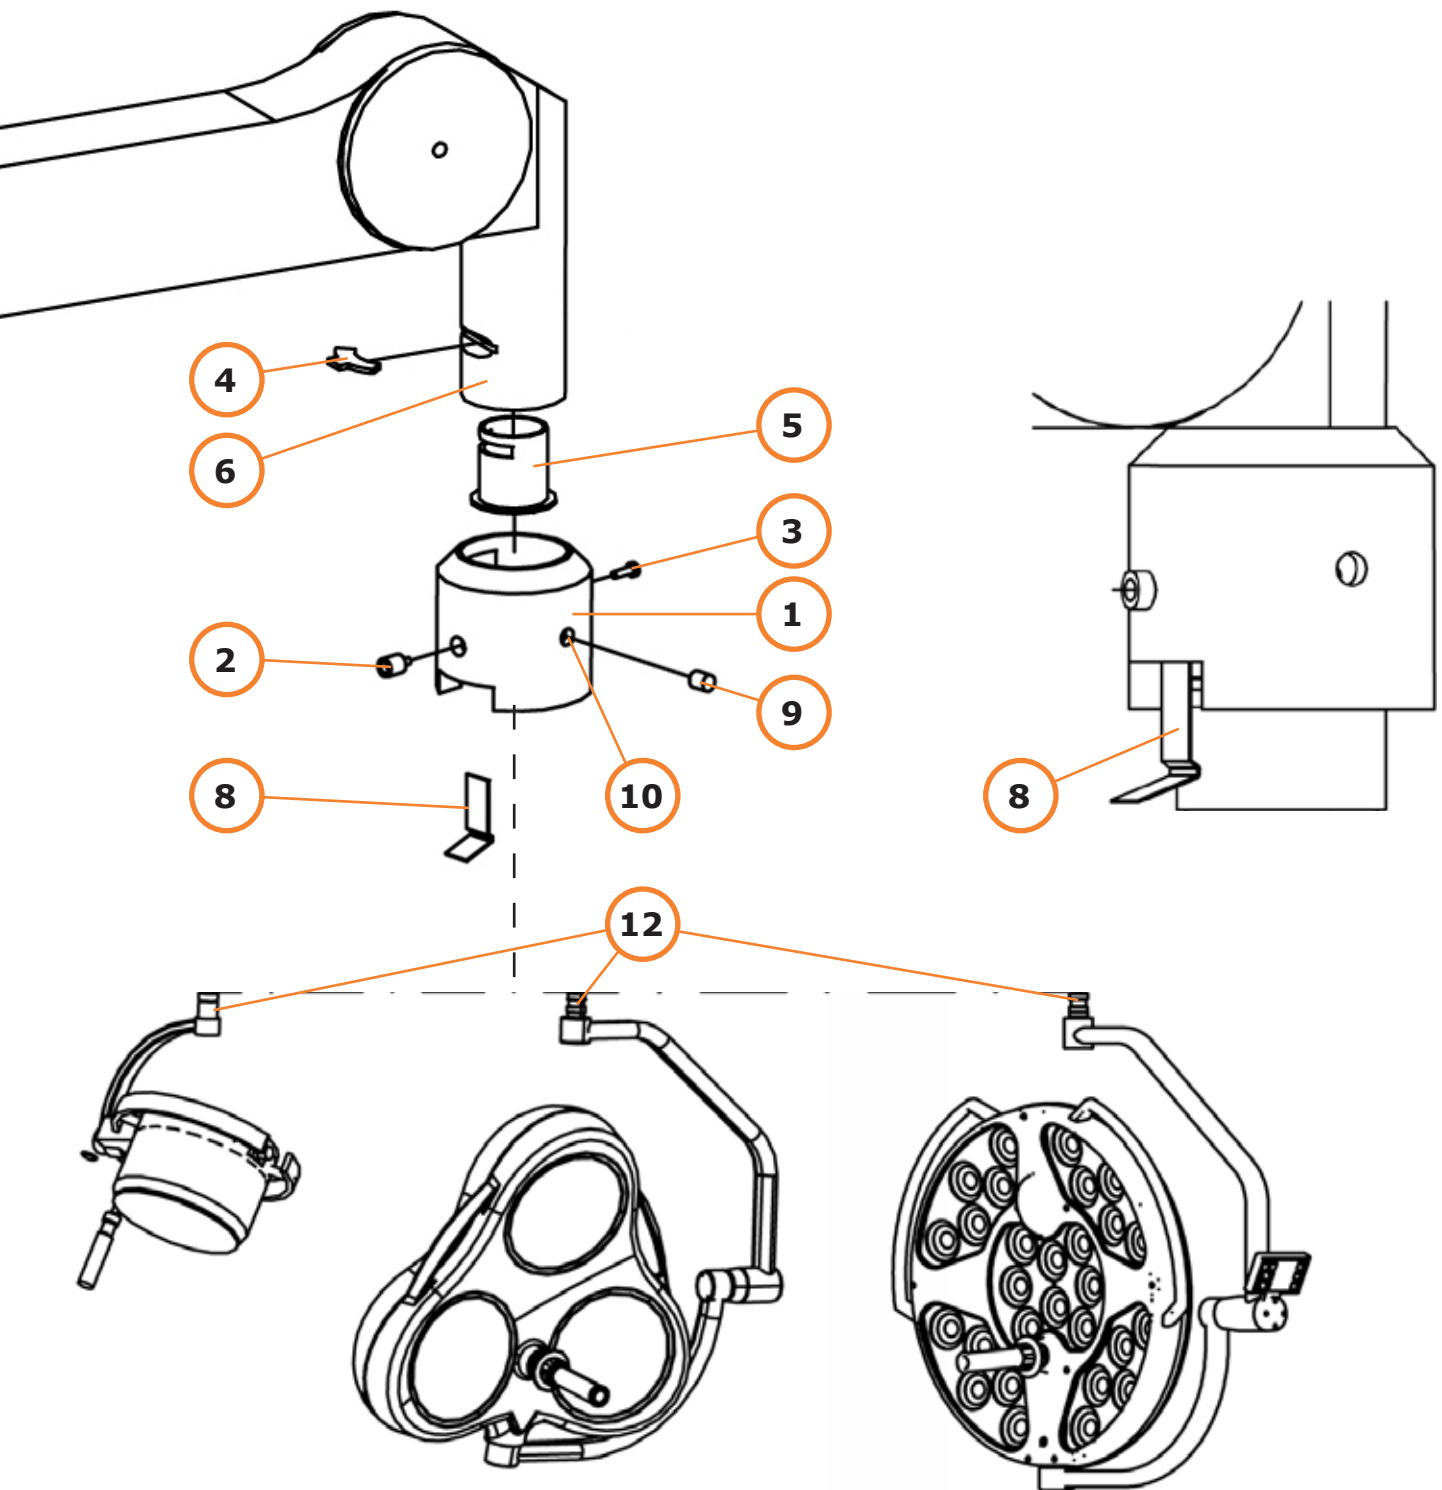

Abb. 28
- 10.2.1 Entfernen Sie die Schrauben (2,3/Abb. 28) von der Sicherungshülse (1/Abb. 28). Bewahren Sie sie an einem sicheren Ort auf.
- 10.2.2 Drücken Sie die Sicherungshülse nach oben (1/Abb. 28), bis sie an der Kunststoffabdeckung anliegt, und halten Sie sie an dieser Position fest.
Halten Sie die Sicherungshülse fest, (1/Abb. 28), um sicherzustellen, dass sie nicht vom Federarm fällt.
- 10.2.3 Entfernen Sie den Hufeisenschuh (4/Abb. 28) aus seiner Halterung (Abb. 28), und entfernen Sie die Schutzkappe (5/Abb. 28) aus der Aufnahme (6/Abb. 28).
- 10.2.4 Stecken Sie den Aufnahmezapfen des Endgerätes (12/Abb. 28) in die Aufnahme (6/Abb. 28), bis er auf der flachen Oberfläche aufliegt. Setzen Sie den Hufeisenschuh (4/Abb. 28) in die Halterung ein.
Nehmen Sie die Sicherungsfeder (8/Abb. 28) aus dem Versandkarton, und setzen Sie sie mit dem langen Ende zuerst in die Sicherungshülse ein (1/Abb. 28), wie im Detail in Abb. 28 gezeigt.
- 10.2.5 Befestigen Sie die Sicherungsfeder (8/Abb. 28) unter dem Hufeisenschuh (4/Abb. 28).
- 10.2.6 Schieben Sie die Sicherungshülse vorsichtig (1/Abb. 28) über die Sicherungsfeder (8/Abb. 28), bis sie bündig zur flachen Oberfläche ist. Wenn Sie die Sicherungshülse nach unten schieben, ist sicherzustellen, dass die Sicherungsfeder fest verankert ist.
- 10.2.7 Setzen Sie die Schraube (3/Abb. 28) ein und ziehen Sie sie fest.
- 10.2.8 Bringen Sie Loctite® 270 (im Paket enthalten) auf der Stellschraube an (2/Abb. 28) und schrauben Sie sie so weit wie möglich in die Sicherungshülse. Die Leuchtenhalterung kann jetzt nur noch schwer gedreht werden. Lösen Sie jetzt die Schraube mit einer entgegengesetzten Drehung um 90°.
- 10.2.9 Nehmen Sie die Kunststoffkappen (9/Abb. 28) aus dem Versandkarton, und setzen Sie sie in die Bohrlöcher (10/Abb. 28) auf den Seiten der Sicherungshülse ein (1/Abb. 28).